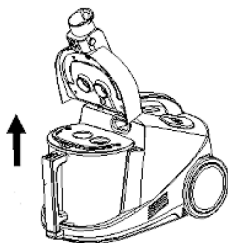

Рис. 2
2. Извлеките контейнер из корпуса пылесоса, используя встроенную ручку (Рис.2).
1. Извлеките фильтрующий элемент из контейнера для воды (Рис. 2).